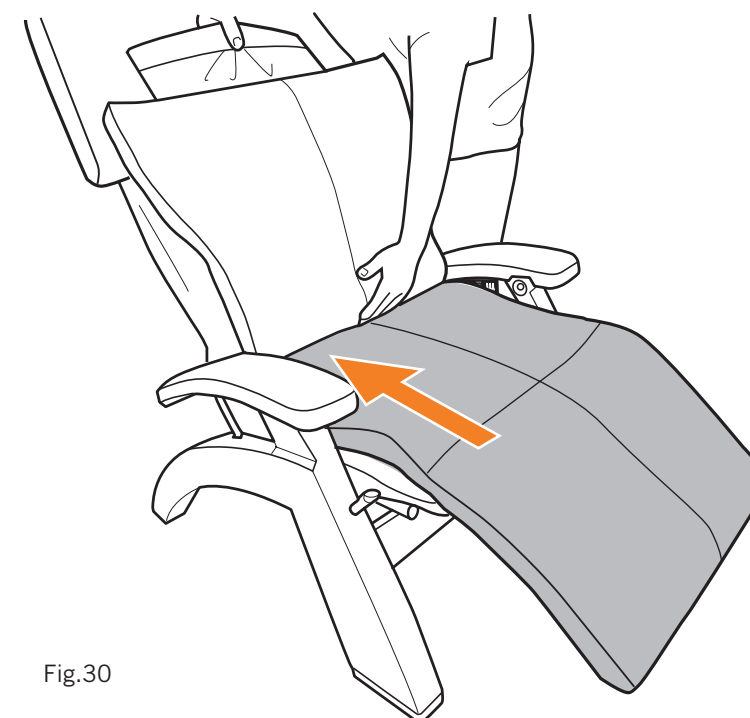

Fig.30
4. Soulevez le coussin corporel pour détacher les fixations autoagrippantes, tirez-le fermement vers le siège, puis appuyez fermement sur le siège et la région des jambes pour le fixer (Fig.30).